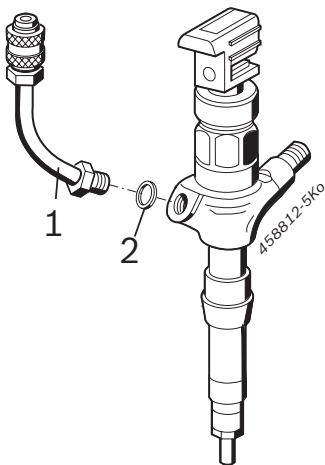

Afb. 1: Slangleiding 1 680 712 369
De slangleiding 1 680 712 369 wordt met de koppelingadapter (afb. 1, pos. 2) aan de teruglooppaansluiting van de Siemens/VDO/Conti CRI Piezo aangesloten. De koppelingsnippel (afb. 1, pos. 1) wordt op de test aansluiting voor terugloopvolume op de EPS 200 / 205 aangesloten.
- Met de centrale hoofdschakelaar op de voorzijde van het apparaat (zie afb. 1, pos. 6) EPS 200 / 205 inschakelen.